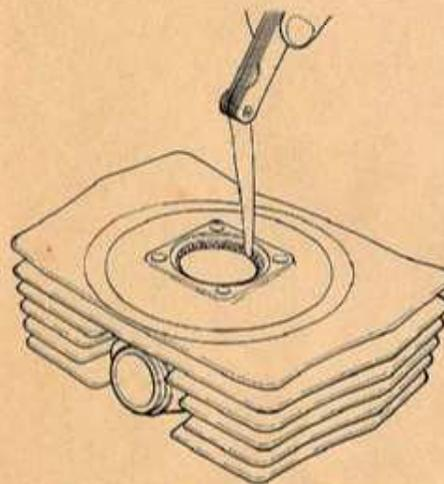

FIG. 34 Controllo segmenti
- 8) CONTROLLARE che i segmenti non presentino anomalie di alcun genere e che la distanza tra le estremità sia compresa nei valori indicati in tabella. Il controllo deve essere fatto con uno spessimetro introducendo il segmento nel cilindro e facendo attenzione a disporlo orizzontalmente (vedi fig. 34).